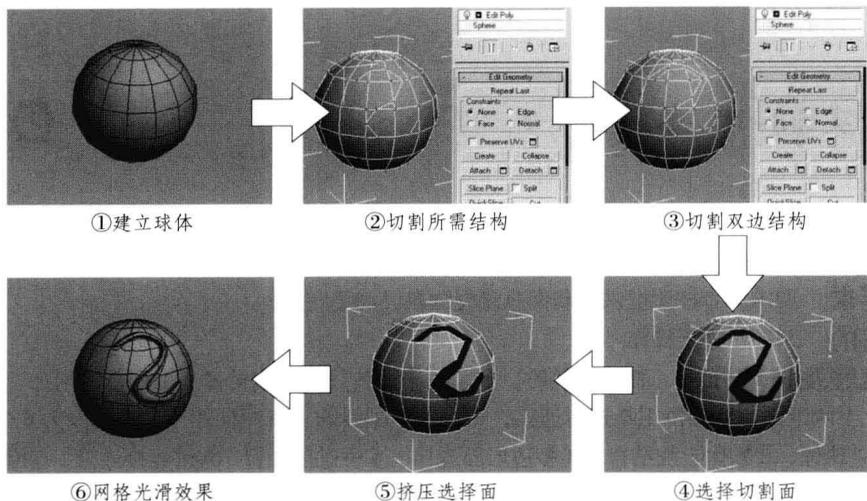

图3-8 凸出切割总流程（步骤）图
四、制作流程及技巧分析 制作本例时，建立一个球体并使用切割工具绘制出所需的边，要注意是否需要与原始结构交错，然后切换至多边形命令的面模式再选择切割产生的区域进行凸出倒角操作，得到凸出的三维效果。本例分为6个制作总流程（步骤）：①建立球体、②切割所需结构、③切割双边结构、④选择切割面、⑤挤压选择面、⑥网格光滑效果，见图3-8。